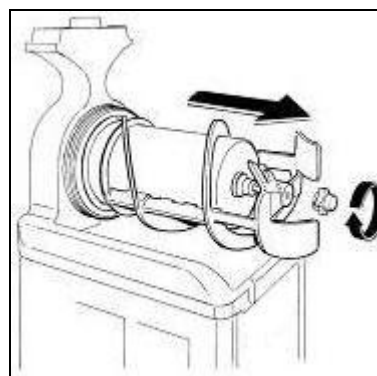

Fig. 17
- Svitare il pomello di fissaggio nel senso della freccia (filettatura sinistra) e procedere all'estrazione del gruppo di miscelazione e delle guarnizioni di tenuta (fig.17).